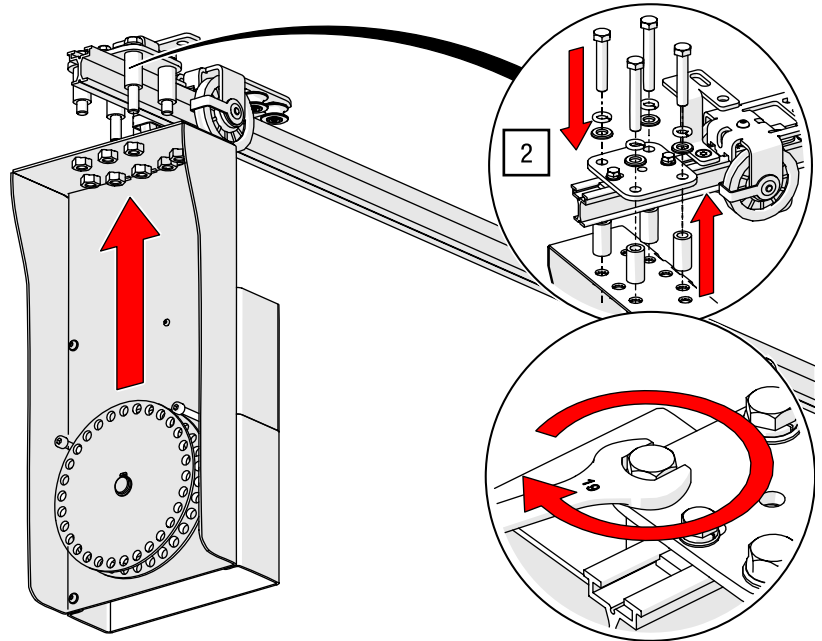

Abb. 117: Manueller Antrieb ROPE-DRIVE – mit Montageplatte verschrauben
2. Verschrauben Sie den ROPE-DRIVE mit der Montageplatte und dem Montagematerial mit einem Gabelschlüssel SW 19 und 93 Nm (siehe Abb. 117).